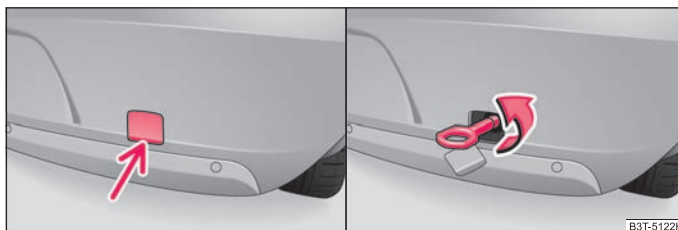

Fig. 209 Bara de protecție din spate: Demontarea capacului / Montarea cârligului de tractare
- Apăsați pe partea de jos a capacului din bara de protecție din spate ⇒ fig. 209 - stânga și scoateți-l.
- Înșurubați cârligul de tractare cu mâna spre stânga până la limită ⇒ fig. 209 - dreapta și strângeți-l cât de mult posibil. Pentru strângere, vă recomandăm de exemplu să utilizați cheia de roți, inelul de ancorare al unui alt autovehicul sau un alt obiect asemănător, pe care să îl puteți introduce în cârlig.